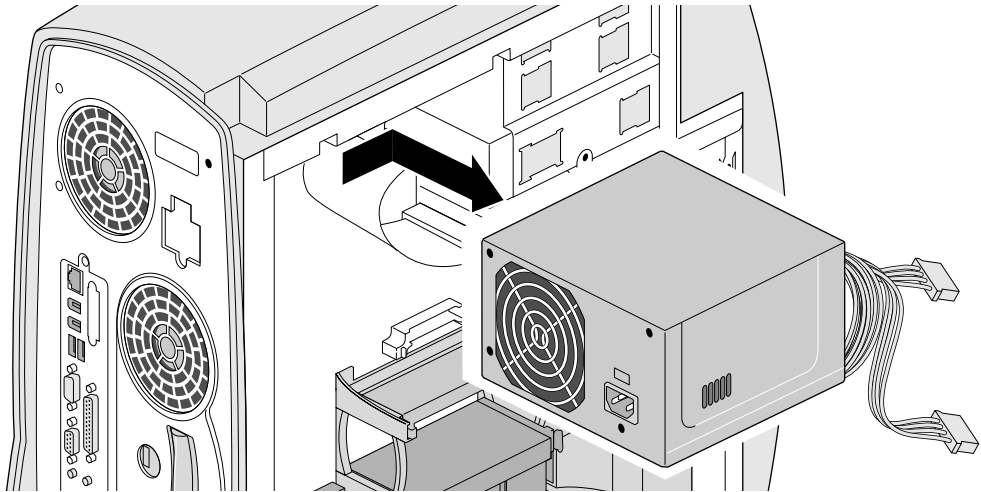

Abbildung 7-3 Herausnehmen des Netzteils
6. Nehmen Sie das Netzteil wie in Abbildung 7-3 vorsichtig heraus.